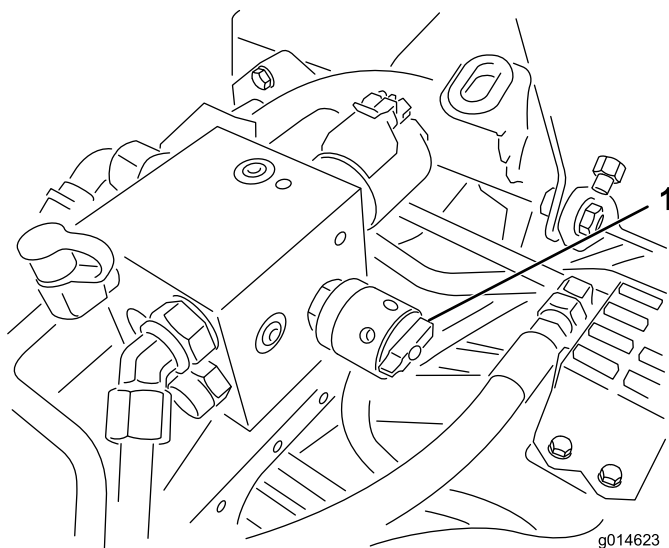

Figura 53
6. Rode o controlo da velocidade dos cilindros para a posição 1 (Figura 53).